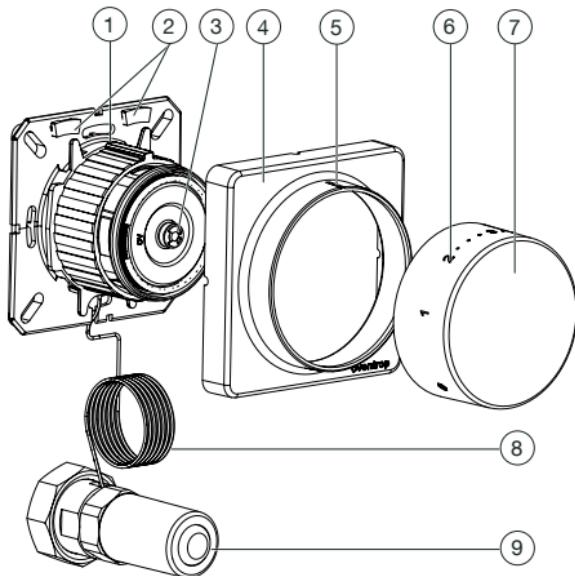

Fig. 1: Configuration de la tête thermostatique « Uni FHU »
Régler la température ambiante souhaitée sur la poignée manuelle (voir Fig. 1 en page 27).
1. Démonter le capot (voir Fig. 1 en page 27 (4)).
1. Démonter le capot (voir Fig. 1 en page 27 (4)). Régler la poignée manuelle sur la valeur souhaitée (voir 3.3 en page 28).
2. Faire sortir les clips de limitation (voir Fig. 1 en page 27 (2)) du support mural et les insérer dans les rainures derrière la poignée manuelle à droite et à gauche de la valeur réglée (ergot de butée).
1. Démonter le capot (voir Fig. 1 en page 27 (4)). Réglér la poignée manuelle sur la valeur inférieure de votre plage de température souhaitée (voir 3.3 en page 28).
2. Faire sortir un des clips de limitation (voir Fig. 1 en page 27 (2)) du support mural et l'insérer dans la rainure à gauche de la valeur inférieure de la plage de température souhaitée. Selon l'exemple : chiffre « 2 ».
4. Faire sortir le deuxième clips de limitation (voir Fig. 1 en page 27 (2)) du support mural et l'insérer dans la rainure à droite de la valeur supérieure de la plage de température souhaitée. Selon l'exemple : chiffre « 3 ».
2. Tourner l'unité de capteur vers la droite (voir Fig. 1 en page 27 (3)) jusqu'en butée.